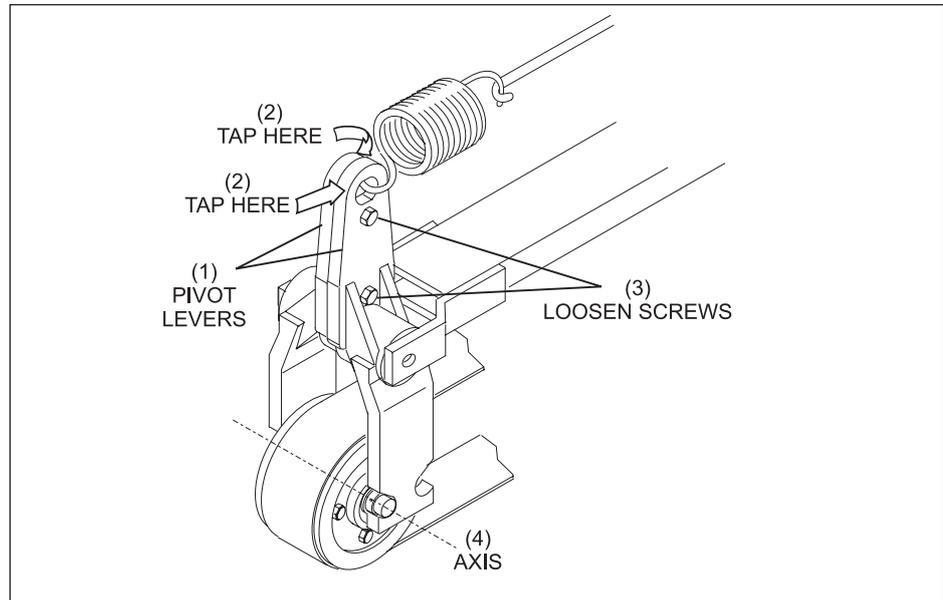

Figure 5-16. Desserrez les leviers de pivot de fixation du matériel.
- a. A l'aide d'un support de 17 mm, un cliquet et une clé, desserrez les deux vis et les écrous serrant les leviers de pivot. Ne desserrez les vis QUE SUFFISAMMENT pour permettre le léger ajustement des leviers de pivot. Reportez-vous à la *Figure 5-16*.
- (1) LEVIERS DE PIVOT
- (2) BOUCHEZ ICI
- (3) VIS DESSERRÉES
- (4) AXE
- b. Faites tourner la courroie manuellement et observez le défilement de la courroie. Utilisez des prises courtes et légères d'un maillet en caoutchouc mou pour repositionner les leviers de pivot droit et gauche jusqu'à ce que la courroie défile au centre du tambour de la poulie. Reportez-vous à la *Figure 5-16*.